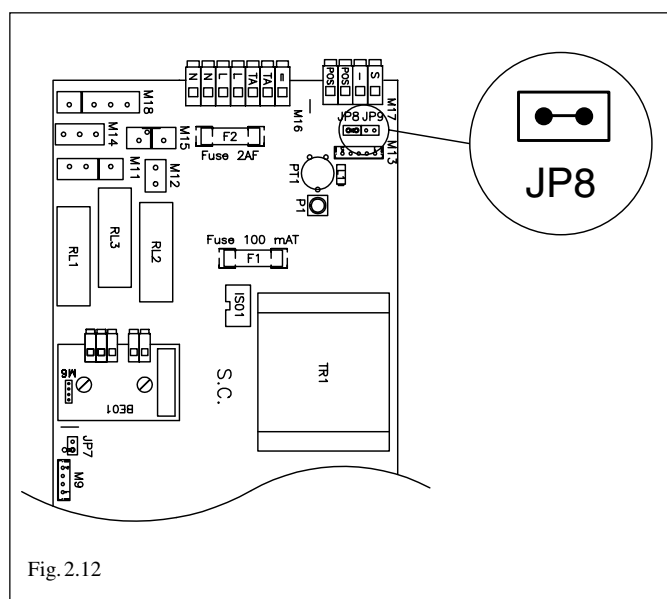

Fig. 2.12
Sulla scheda di controllo inserire il ponticello JP8 (Fig. 2.12). Se la caldaia è una camera stagna, togliere il tegolo di propaga-
Sulla scheda di controllo togliere il ponticello JP8 (Fig. 2.12). Se la caldaia è una camera stagna, inserire il tegolo di propagazione e togliere le due mollette cieche.
**⚠ In caso di trasformazione da gas MTN a gas GPL è necessario togliere il jumper JP8 (Fig. 2.12 pag. 13) al fine di aumentare la tensione al modulatore e di conseguenza incrementare la quantità di afflusso di gas al bruciatore. Nel caso di una trasformazione da gas GPL a gas MTN operare in senso inverso.**